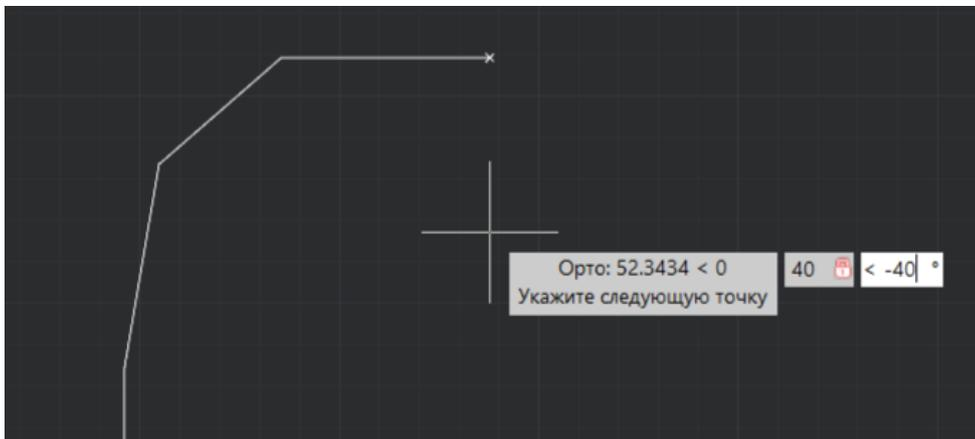

Рис. 3.33
4. Проводим отрезок 7-6 под углом $a= (-40^\circ)$ длиной 40 мм (рис. 3.33).